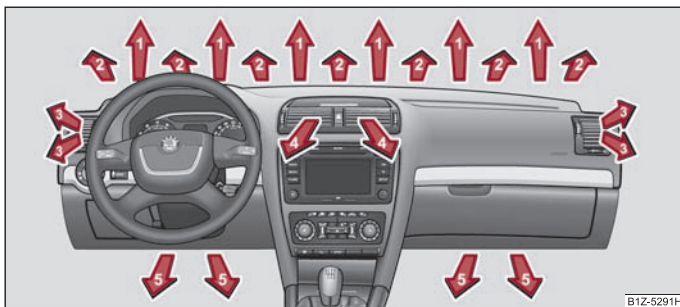
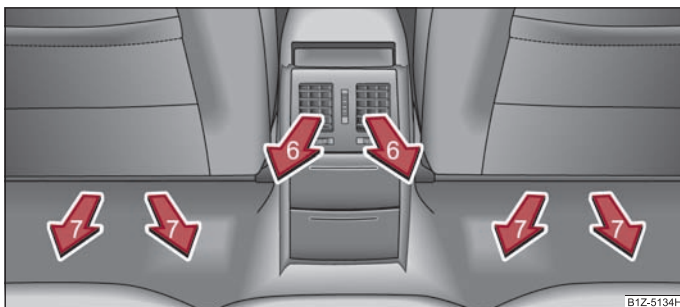

Fig. 104 Fantele de ventilație față
Fig. 105 Fantele de ventilație spate
Fantele de ventilație 3, 4 → fig. 104 și 6 → fig. 105 se pot deschide și închide separat.
- Fantele de ventilație 3 ⇒ pagina 89, fig. 104.
- Vă recomandăm, să lăsați fantele de ventilație 4 ⇒ pagina 89, fig. 104 în poziție deschisă. ■